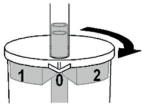

Abb. 2
3. Pentru o aspirație normală, rotiți borcanul până când săgeata de pe capac indică o poziție deschisă ("0") (Fig. 2)